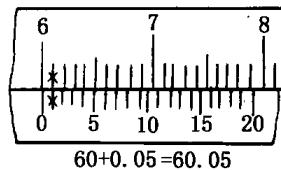

图 2—3 1/20 mm 游标卡尺的读数方法
2. 1/50 mm 游标卡尺 尺身上每小格 1 mm, 当两量爪合并时, 游标上的 50 格刚好与尺身上的 49 mm 对正(图 2—4)。尺身与游标每格之差为: $1 - (49/50) = 0.02$ (mm), 此差值即为 1/50 mm 游标卡尺的测量精度。